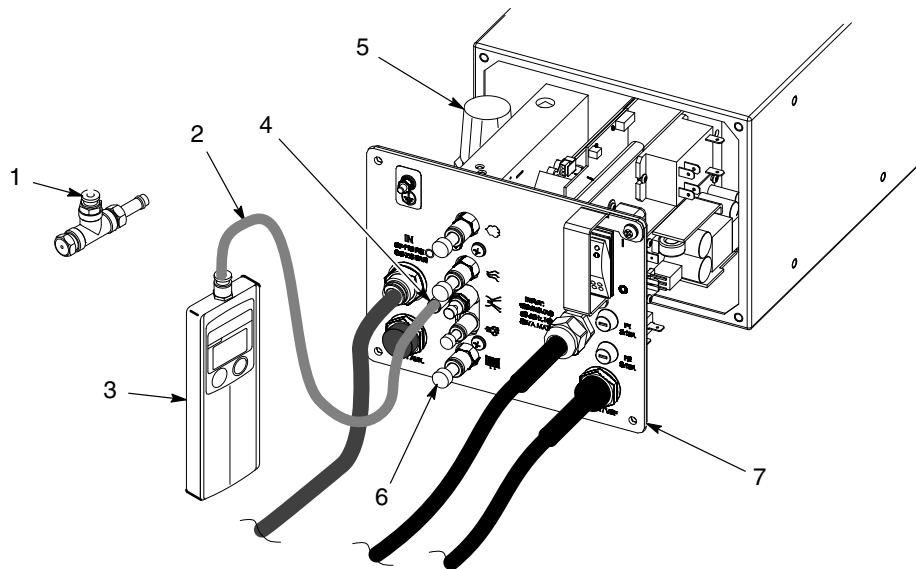

Abb. 6-12 Regler einstellen
1. Siehe Abb. 6-12. Die Unterkonsole (7) weit genug aus dem Gehäuse der Spannungsversorgung ziehen, um Zugang zum Regler zu erhalten.
2. Den 4 mm-Elektrodenspülluftschlauch vom Spannungsversorgungsmodul abnehmen. Die Schläuche für Förder-, Zerstäuber-, Spül- und Fluidluft abnehmen und die Verschraubungen mit 8 mm und 6 mm Stopfen (6) verschließen.
3. Den 4 mm Manometerluftschlauch (2) von der Düsenbaugruppe (1) abnehmen und den Schlauch auf die Verschraubung für Elektrodenspülluft (4) stecken.
6. Den Reglerdrehknopf (5) herausziehen und auf etwas mehr als 85 psi (5,86 bar) einstellen. Die Manometeranzeige sollte gelegentlich nach oben ausschlagen, aber nie unter 85 fallen.